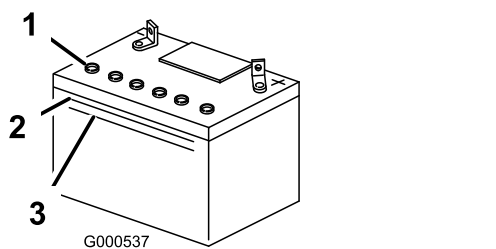

Figure 42
- Observez le côté de la batterie. Le niveau d'électrolyte doit atteindre le trait supérieur (Figure 42). Le niveau d'électrolyte ne doit pas
descendre au-dessous du trait inférieur (Figure 42).
5. Enlevez les bouchons d'aération de la batterie (Figure 42).
6. Versez de l'eau distillée avec précaution dans chaque élément jusqu'au repère supérieur (Figure 42) sur le côté de la batterie.
7. Attendez 5 à 10 minutes après avoir rempli les éléments. Au besoin, ajoutez de l'eau distillée pour amener le niveau jusqu'au repère supérieur sur le côté de la batterie (Figure 42).